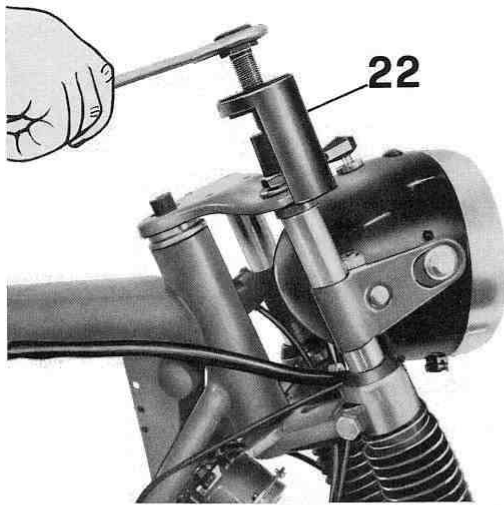

Fig. 74
- la testa di sterzo a mezzo attrezzo numero 55909525 (22 di fig. 74);